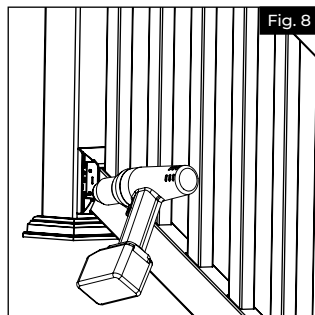

Fig. 8
- S'assurer que le support est centré sur le poteau. Ensuite, au moyen d'un foret de $\frac{3}{8}$ po (3,2 mm), percer un avant-trou pour la première vis du support inférieur à travers le trou dans support et le poteau (utiliser les quatre trous des coins extérieurs) (Fig. 8).